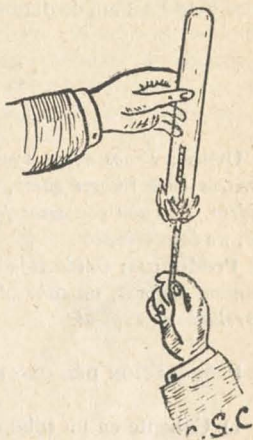

Fig. 27.—El hidrógeno arde, pero no mantiene las combustiones.
3) En un frasquito o tubo de ensayos con hidrógeno que esté boca abajo, introduzca una pajuela o un cabo de vela encendidos. ¿Qué sucede a la vela?, y en cambio, ¿qué hace el hidrógeno? Fig. 27.